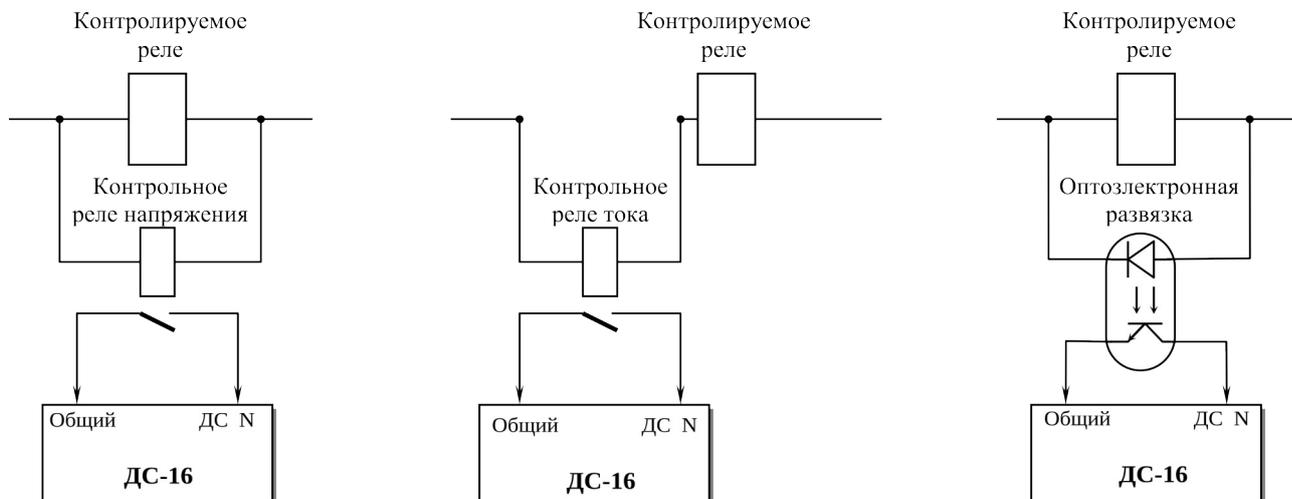

Рисунок 54
12.1.6.2 При отсутствии у контролируемого реле свободных контактов, применяются маломощные контрольные электромеханические, герконовые или полупроводниковые реле. Контрольные реле напряжения включаются параллельно контролируемому элементу, контрольные реле тока – последовательно (см. рисунок 54).